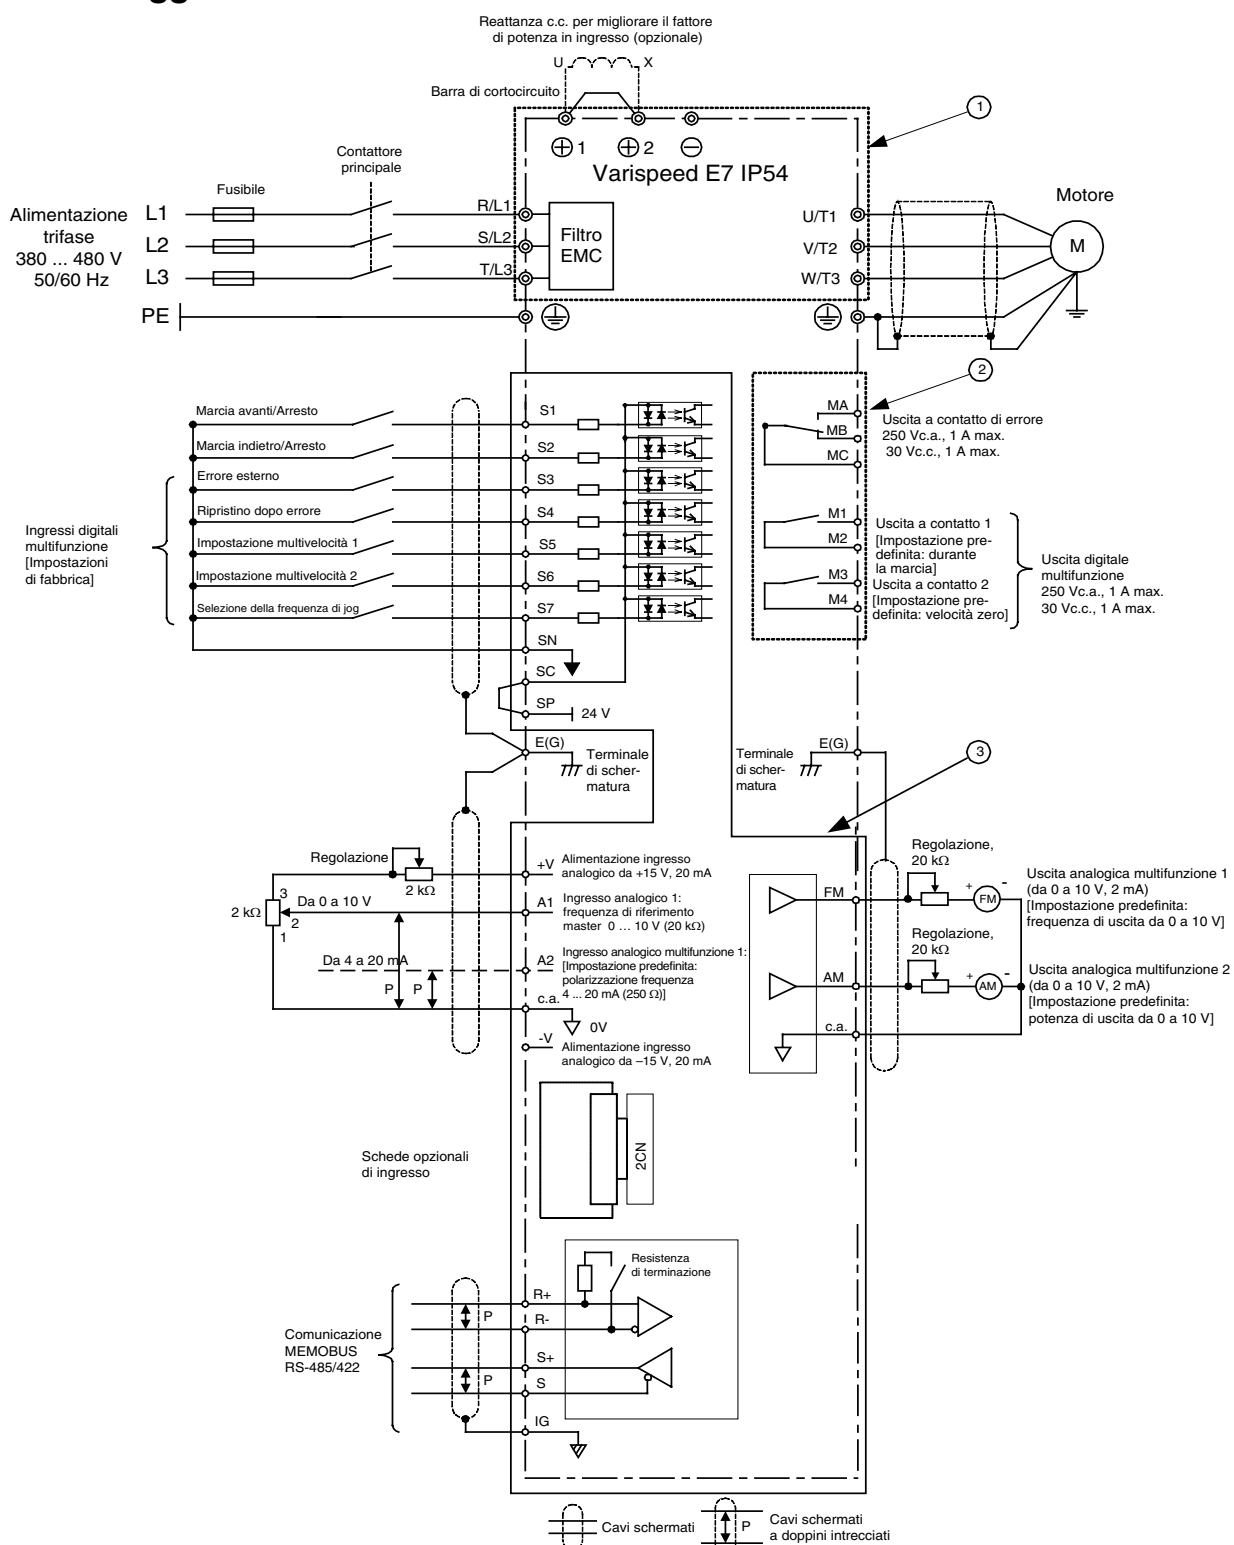

Fig. 2 Schema di cablaggio
- Nella Fig. 2 viene illustrato il cablaggio degli ingressi digitali da S1 a S7 per il collegamento di contatti o transistor NPN (comune 0 V e modalità NPN). Si tratta dell'impostazione predefinita. Per il collegamento PNP o per usare un'alimentazione esterna di 24 V vedere Tabella 3.